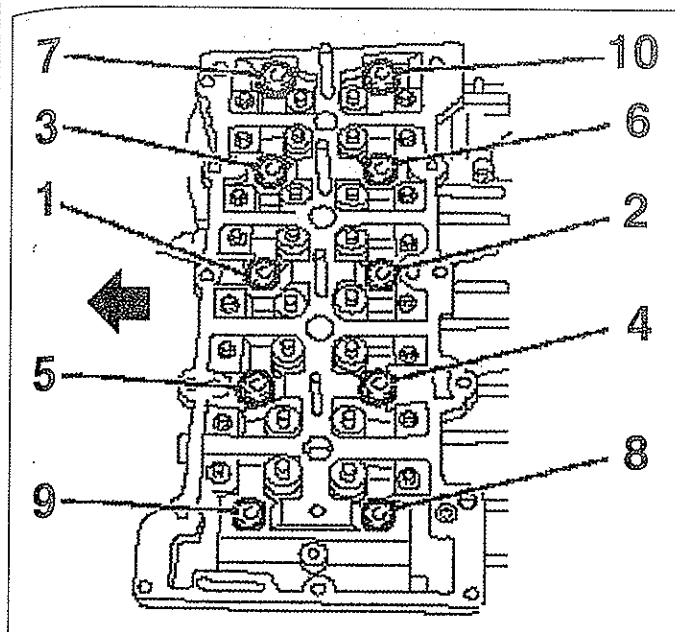

FIG. 29
- Colocar la culata sobre el bloque motor y apretar en el orden y al par prescritos los tornillos de culata (fig. 29).